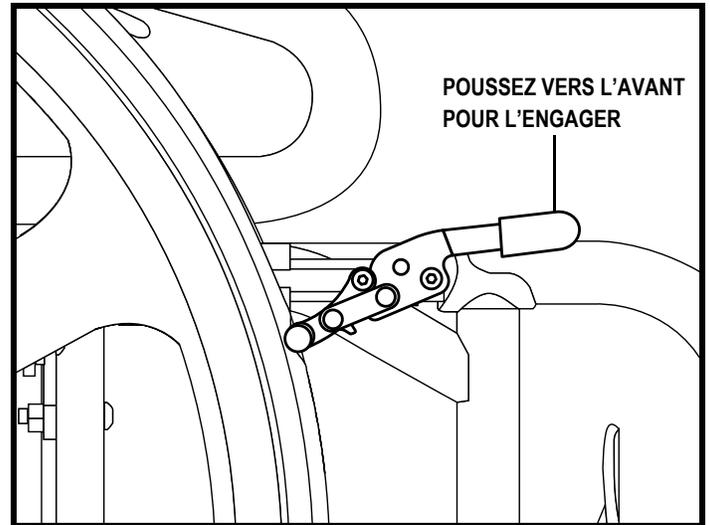

Figure 6. Frein de stationnement droit engagé
1. Engagez les deux freins manuels de stationnement. Voir la figure 6.
1. Engagez les deux freins manuels. Voir la figure 6.